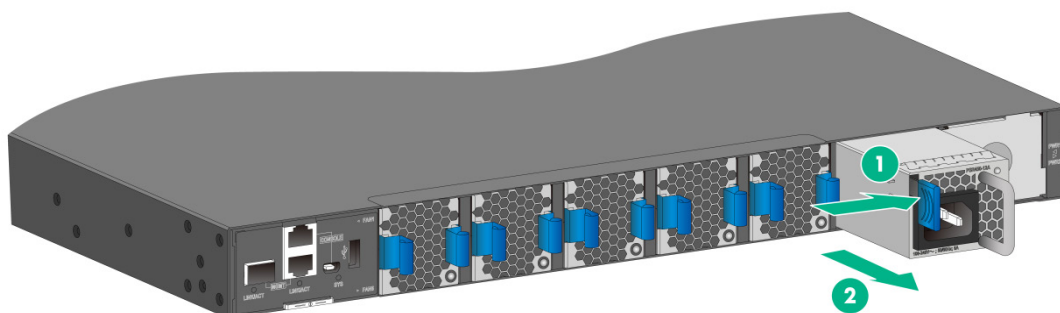

図 3-32 PSR450-12A1-N、LSVM3AC650 の取り外し
- 3) 図 3-32に示すように、片手で電源モジュールのハンドルを持ち、親指で電源モジュールのラッチを右に押し、スロットから電源モジュールを途中まで引き出します。